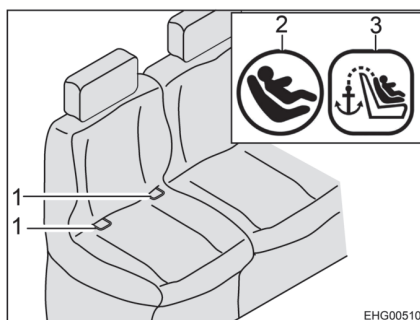
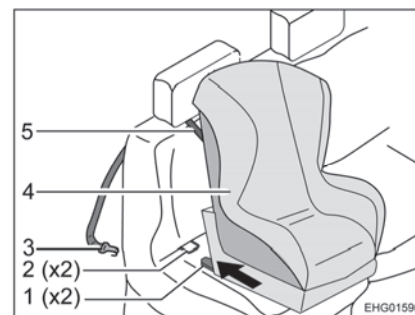

Fig. 19 Siège avec Isofix
Fig. 20 Fixation avec Top-Tether
- Encliqueter les bras d'encliquetage (Fig. 20,1) dans les étriers de fixation (Fig. 19,1 et Fig. 20,2). Un cliquetis clair doit être entendu.
- Vérifier à l'aide d'une forte secousse si le siège pour enfant (Fig. 20,4) est bien installé.
- Faire passer la sangle Top-Tether (Fig. 20,5) entre l'appuie-tête et le coussin de dossier.
- Accrocher le crochet de fixation (Fig. 20,3) au point d'ancrage en face arrière du siège.